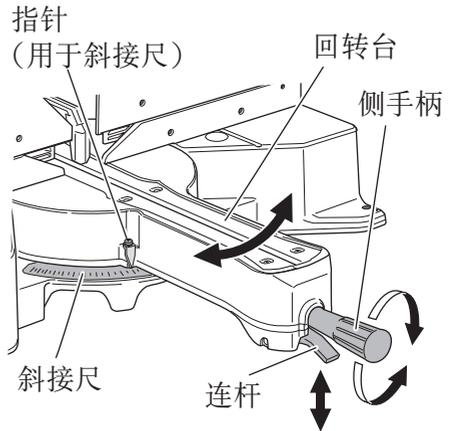

图 23
- (1) 松开侧手柄，然后拉起角度止动片的连杆。然后调节回转台，直至指针与斜接尺上的所需设定对齐（图 23）。
- (2) 重新拧紧侧手柄，确保回转台处于所需位置。
- (3) 斜接尺指示角尺的切割角度和分级尺上的倾斜度。
- (4) 倾斜度是指高度相对要移动三角形底边的比例，根据需要，可能用于设定斜接尺而不是切割角度。因此，如需以 2/10 级切割工件，请将指针设定所示的位置。